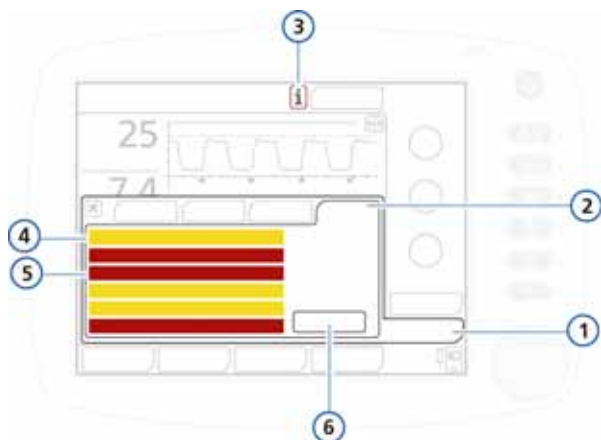

Рисунок 8-5. Буфер тревог с неактивными тревогами
- Если на текущий момент активных тревог нет, в буфере отображаются самые последние неактивные (рис. 8-5). Активные тревоги отображаются в полях с прямыми углами.
- Коснитесь индикатора неактивной тревоги (значок «i») (рис. 8-5).
Чтобы очистить сообщения для всех неактивных тревог, нажмите кнопку «Сброс» (рис. 8-5). Заккрытие буфера не удаляет его содержимое.